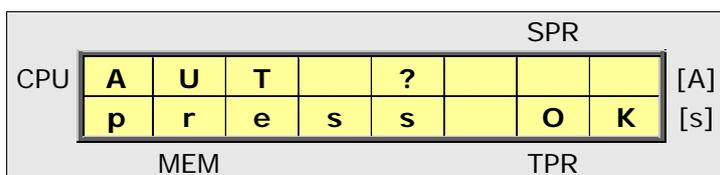

Fig.5 - Attivazione controllo Automatico
- Per CAMBIARE controllo, da manuale ad automatico, è necessario tenere premuto **SPR**, premere **TPR** e dal menu di Fig.5, confermare con **OK** = SI o annullare con un tasto qualsiasi = NO; se dopo aver attivato il menu di Fig.5 non viene data conferma entro circa 10s il dispositivo si riporta nello stato precedente annullando la richiesta.